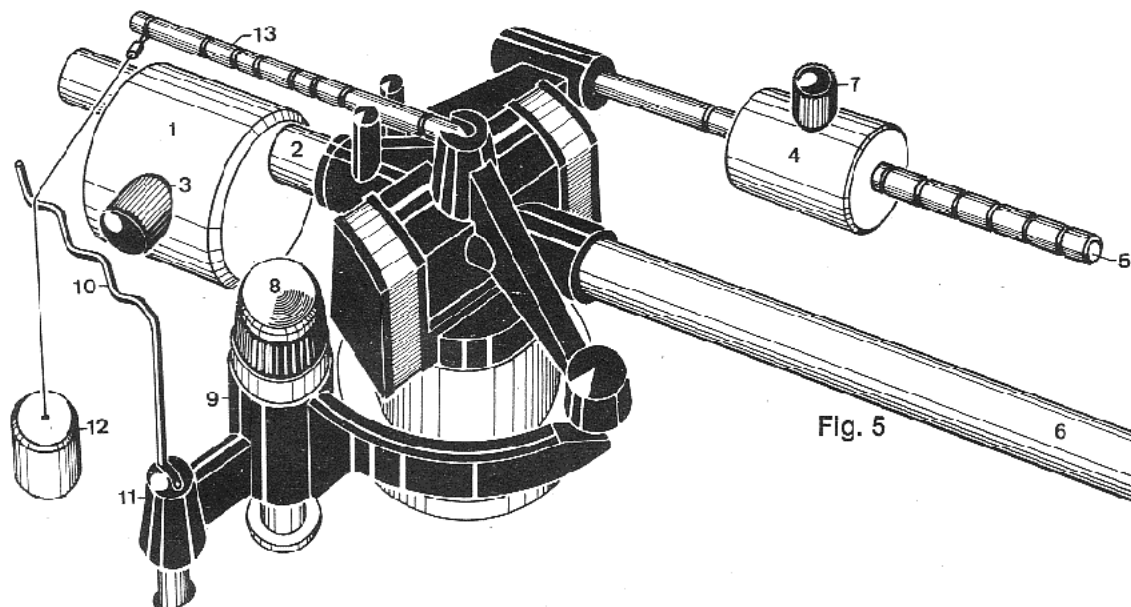

Fig. 5
- Pour ce réglage, insérer le gabarit en carton sous la hampe élévatrice (n° 9 fig. 5) en engageant l'encoche entre la partie métallique fixe et la partie noire mobile du pivot de bras. Engager ensuite le trou A sur l'axe de plateau.
- Enfiler le gros contrepoids (1) sur la partie arrière du bras (2), la vis de blocage (3) étant orientée vers la gauche (fig. 5).
- Enfiler à fond vers l'arrière le petit contrepoids (4) sur la réglette graduée (5) située à droite du bras (6) et serrer légèrement la vis de blocage (7) afin de l'immobiliser provisoirement.
- Rechercher l'équilibre horizontal du bras en déplaçant le gros contrepoids (1) vers l'avant ou vers l'arrière. Immobiliser le contrepoids en serrant légèrement la vis moletée.
- La pression du lecteur, indiquée par le constructeur, s'obtient en amenant vers l'avant, le petit contrepoids (4) d'une division par  $1/2$  g. Lorsqu'il est complètement en butée vers l'arrière, sa face avant correspond à la première division et la pression est nulle.
La règlette (5) est ainsi graduée jusqu'à 5 grammes (fig. 5).
- Insérer l'épingle de renvoi d'anti-skating (10) dans le guide (11) de la hampe élévatrice (9) du bras, la partie ondulée horizontale orientée vers l'arrière de la platine (fig. 5).
- Accrocher la masse de 1 g ou la masse de 4 g (12) sur la règlette graduée (13) en se référant au tableau ci-après : les divisions de la règlette (13) sont indiquées en partant de la division la plus près du pivot de bras : 1, 2, 3 etc. jusqu'à 8.